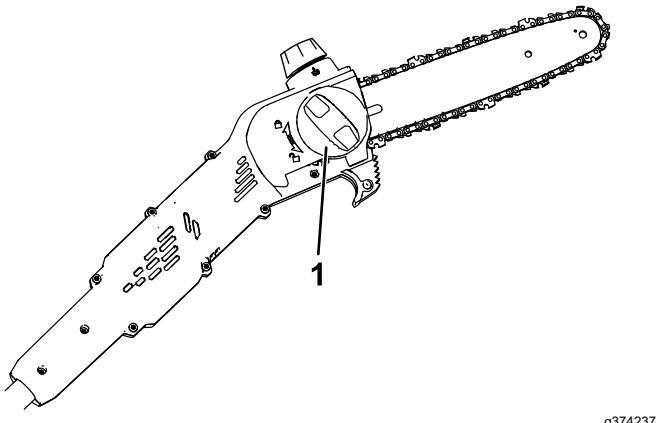
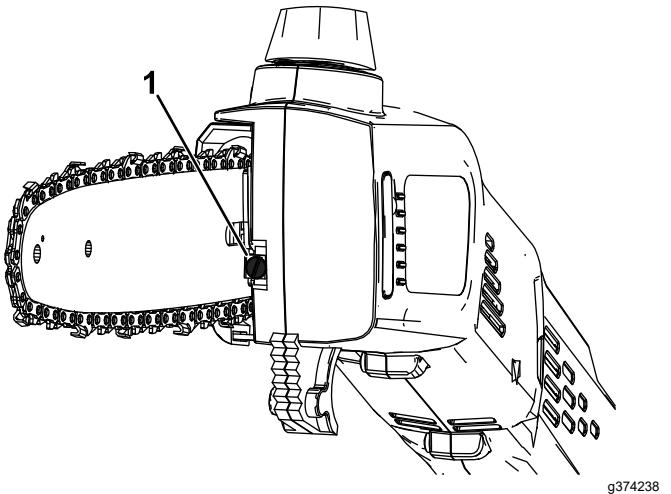

Bild 17
Bild 18
4. Drehen Sie den Knopf der Schwertabdeckung gegen den Uhrzeigersinn, um die Schwertabdeckung zu lösen, aber entfernen Sie diese nicht (Bild 17).
5. Stellen Sie die Kettenspannung mittels Kettenspannschraube (Bild 18) ein, und befestigen Sie dann die Seitenabdeckung am Hochentaster, indem Sie den Knopf der Schwertabdeckung im Uhrzeigersinn drehen, bevor Sie die Kettenspannung überprüfen (Bild 17).
3. Drehen Sie die Schraube für die Kettenspannung nach links, um die Kette zu lockern (Bild 18).